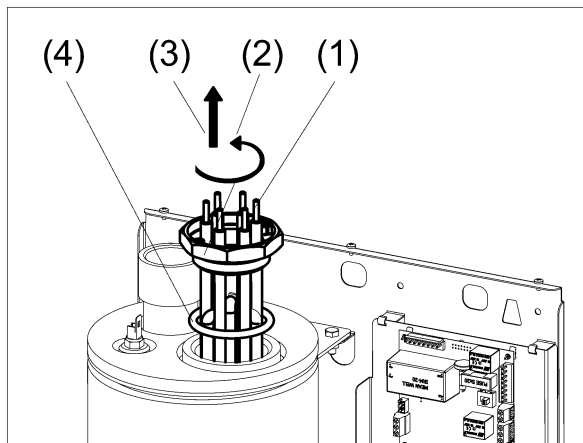

Рисунок 11. Замена блока ТЭН
- (1) Отсоедините штекер от датчика.
- (2) Выверните датчик (см. рис. 11) из теплообменника.
- (3) Вверните новый датчик взамен прежнему в теплообменник. Для герметизации резьбового соединения используйте герметик (нанесите герметик на обе резьбовые поверхности).
- (4) Подсоедините штекер.
- (5) Проверьте герметичность установки датчика.
- (6) Проверьте надёжность контактов электрического соединения.